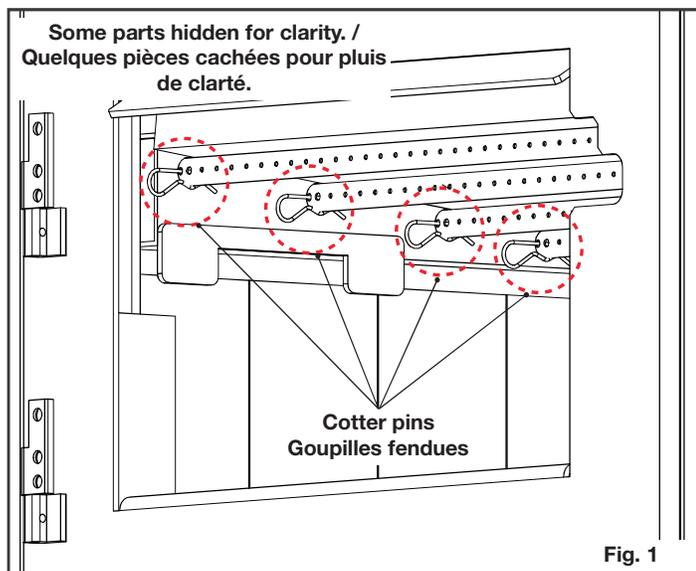

Fig. 1
1. Remove the cotter pins on the left side of the tubes (**Fig 1**).
Retirez les goupilles fendues sur le côté gauche des tubes (**Fig 1**).